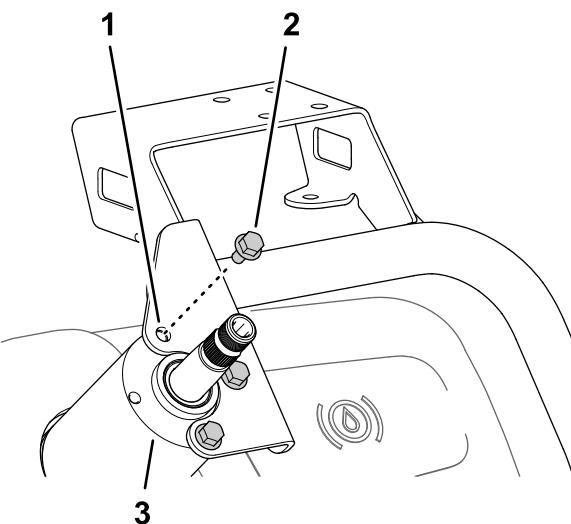

图163
2. 用 3 个凸缘头螺栓 $6 \times 12\text{mm}$ 将监控器安装架组装到转向阀的壳体上图163。